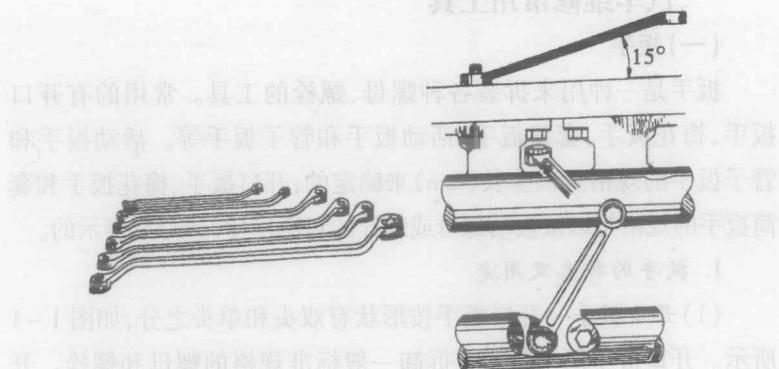

图 1-2 梅花扳手
(2) 梅花扳手 如图 1-2 所示，两端为花环状。它和开口扳手的用途相似，十二边形的孔壁将螺母或螺栓头部套住，工作可靠不易脱落，且可用较大的扭力。适用于螺栓或螺母周围空间狭小的场合。通常为 6 件、7 件和 8 件套装，它的适用范围为 5.5 ~ 27mm 或 6 ~ 32mm。